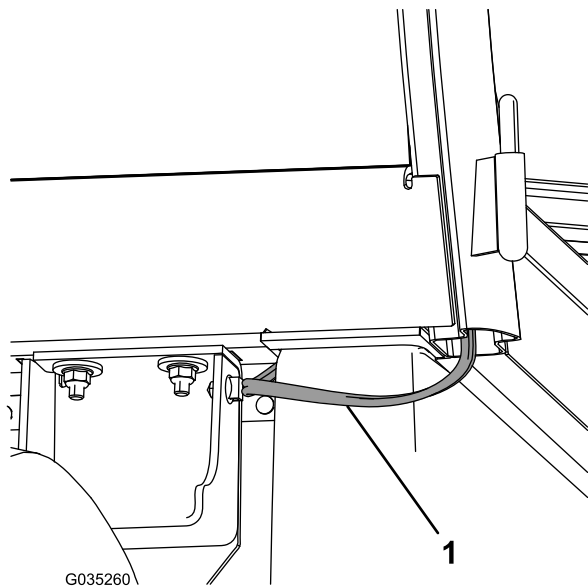

Figure 19
- Faites passer le faisceau de câblage derrière la cabine et sous le siège, puis fixez le clip du faisceau de câblage au panneau latéral (Figure 19).
3. Faites passer le faisceau de câblage derrière la cabine et sous le siège, puis fixez le clip du faisceau de câblage au panneau latéral (Figure 19).